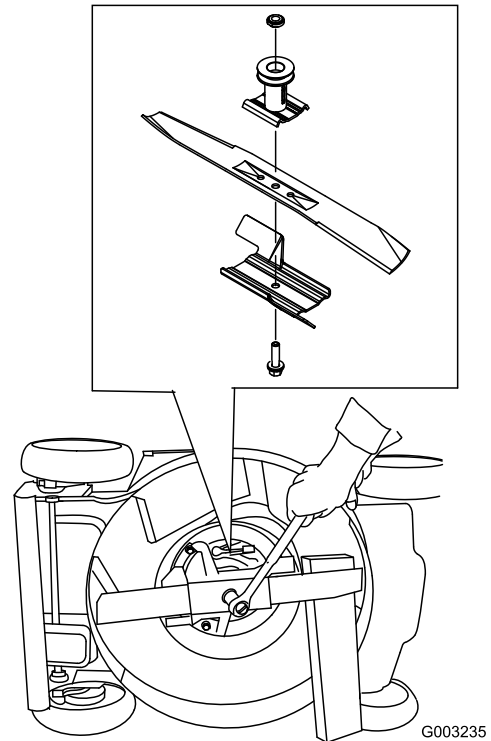

Figure 34
3. Immobilisez la lame avec un morceau de bois (Figure 34).